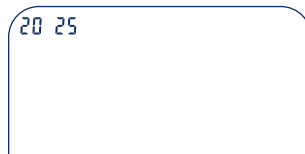

Figura 1
- Dopo l'inserimento delle batterie alla prima messa in funzione, nonché dopo la sostituzione delle batterie, è necessario impostare nuovamente la data e l'ora. Sul display lampeggia l'anno (Figura 1).